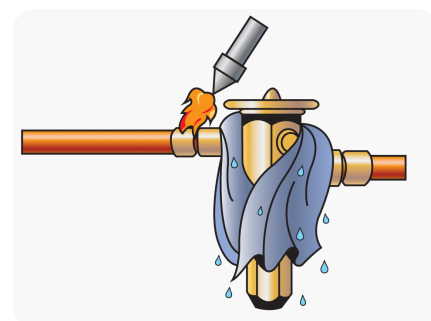

Figura 5
- Envuelva la válvula con trapos mojados, como se indica en la Figura 5.